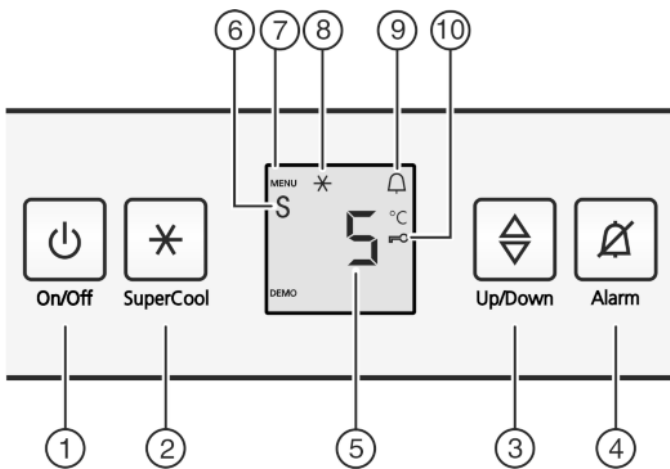

Fig. 2
- ▶ Нажать кнопку On/Off Fig. 2 (1).
- ▶ Активация режима настройки: удерживайте кнопку SuperCool Fig. 2 (2) прим. 5 с.
- ▷ Символ меню Fig. 2 (7) горит.
- ▶ С помощью клавиши настройки Fig. 2 (3) выберите с.
- ▶ Коротко нажимайте кнопку SuperCool Fig. 2 (2) для подтверждения.
- ▶ Для включения защиты от детей коротко нажмите клавишу SuperCool Fig. 2 (2).
- ▷ Символ "Защита от детей" Fig. 2 (10) горит. На индикации мигает с.
- ▶ Для выключения защиты от детей коротко нажмите клавишу SuperCool Fig. 2 (2).
- ▷ Символ защиты от детей Fig. 2 (10) гаснет. На индикации мигает с.
- ▶ Выход из режима настройки: нажмите кнопку On/Off Fig. 2 (1).
- ▶ Нажмите кнопку Alarm Fig. 2 (4).
- Активация режима настройки: удерживайте кнопку SuperCool Fig. 2 (2) прим. 5 с.
- ▷ Светится символ Меню Fig. 2 (7).
- Чтобы вызвать функцию режима Sabbath: нажмите и сразу отпустите кнопку SuperCool Fig. 2 (2).
► Для включения режима Sabbath нажмите и отпустите кнопку SuperFrost Fig. 2 (2).
► Для выключения режима Sabbath нажмите и отпустите кнопку SuperFrost Fig. 2 (2).
► Выход из режима настройки: Нажать кнопку On/Off Fig. 2 (1).
- ▷ На индикаторе температуры показывается символ режим Sabbath Fig. 2 (6) до тех пор, пока активен режим Sabbath.
► Активация модуля регулировки температуры: нажмите кнопку настройки Fig. 2 (3).
► Температуру меняйте ступенями по 1 °C: нажимайте кнопку настройки Fig. 2 (3) до тех пор, пока на индикаторе температуры не будет высвечена требуемая температура.